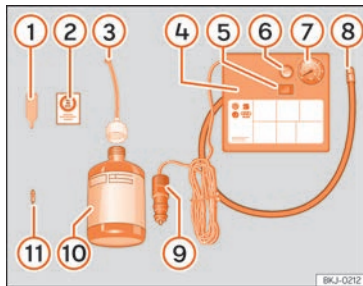

Fig. 231 Representación estándar: contenido del kit antipinchazos.
»» fig. 231:
- Desenrosque la caperuza y el obús de la válvula del neumático. Utilice el aparato >>> **fig. 231** ① para extraer el obús. Colóquelo en una superficie limpia.
- Agite con fuerza la botella de sellante de neumáticos >>> **fig. 231** ⑩.
- Enrosque el tubo de inflado >>> **fig. 231** ③ en la botella de sellante. El precinto de la botella se romperá automáticamente.
- Retire el tapón del tubo de llenado >>> **fig. 231** ③ y enrosque el extremo abierto del tubo en la válvula del neumático.
- Vuelva a colocar el obús con el aparato >>> **fig. 231** ① en la válvula del neumático.
- Enrosque el tubo de inflado del neumático del compresor >>> **fig. 231** ⑧ en la válvula del neumático.
- Compruebe que el tornillo de evacuación de aire está cerrado >>> **fig. 231** ⑥.
- Acople el conector >>> **fig. 231** ⑨ a toma de corriente de 12 voltios del vehículo >>> **pág. 235**.
- Conecte el compresor de aire con conmutador ON/OFF >>> **fig. 231** ⑤.
- Pegue el adhesivo >>> **fig. 231** ② en el cuadro de instrumentos, dentro del campo visual del conductor.
Vuelva a enroscar el tubo de inflado >>> **fig. 231**